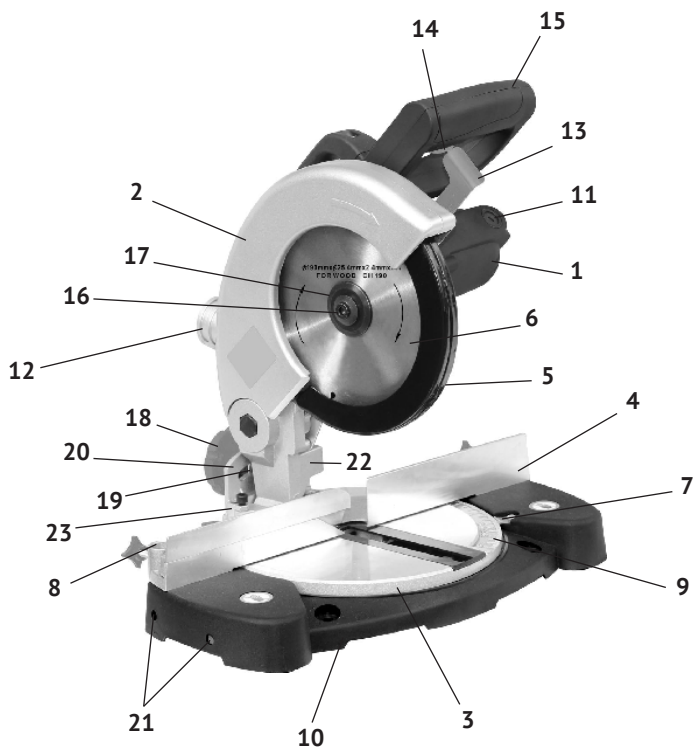

рис. 1
1.1.2 Основным несущим узлом режущего блока пилы является металлический корпус, с закреплённым на нём верхним защитным кожухом диска (рис.1 поз.2). С противоположной стороны к корпусу крепится пластиковый корпус двигателя (рис.1 поз.1) с рукояткой (рис.1 поз.15). Вертикальное перемещение режущего блока для реза обеспечивает ось, закреплённая в суппорте наклонно-поворотного механизма (рис.1 поз.22). Возвратная пружина возвращает режущий блок в исходное (верхнее) положение. Наклон суппорта влево от вертикального положения обеспечивает ось опоры наклонно-поворотного механизма (рис.1 поз.23). Заготовка на рабочем столе может быть повернута в любую сторону на угол от 0 до 45° за счёт поворотного основания. На основной рукоятке пилы расположены: рычаг блокировки защитного кожуха и клавиша выключателя. Конструкция пилы позволяет осуществлять: распиловку материала под заданным углом (косой рез) относительно задней кромки заготовки в обе стороны и под выставленным углом (до 45°), относительно вертикальной оси влево (наклонный рез). На шпиндель пилы, крепится пильный диск. Диск является основным рабочим инструментом для резки выбранных материалов.
На неподвижном защитном кожухе пильного диска (рис.1 поз.2) стрелкой указано направление вращения шпинделя.
1.1.7 Металлическая станина (рис.1 поз.10) пилы устанавливается на ровную горизонтальную поверхность. Для крепления пилы на верстаке (рабочем столе) в ножках станины имеются 4-е крепёжных отверстия. При пилении длинных заготовок в боковые отверстия (рис.1 поз.21) станины крепятся две дополнительные опоры (в комплект поставки не входят). Распиливаемая заготовка плотно прижимается к параллельному упору (рис.1 поз.4) и крепится к рабочему столу струбциной (в комплект поставки не входит).
Для отвода стружки в комплект поставки входит пылесборник (рис.1 поз.12), который крепится к патрубку неподвижного кожуха. К патрубку можно подключить промышленный пылесос.
- разблокировать подвижный защитный кожух рычагом (рис.1 поз.13);
- включение пилы осуществляется нажатием на клавишу выключателя (рис.1 поз.14);
- следите за правильной установкой направления вращения диска - при установке необходимо, что бы стрелка направления вращения на диске соответствовала направлению, указанному на неподвижном кожухе (рис.1 поз.2) пилы;
- разблокируйте подвижный защитный кожух, нажав на рычаг блокировки (рис.1 поз.13). Затем, поднимая вверх подвижный защитный кожух, зафиксируйте его в верхнем положении.
- ключом (входит в комплект поставки) открутите фиксирующий болт (рис.1 поз.16) пильного диска, снимите зажимной фланец (рис.1 поз.17) и пильный диск (рис.1 поз.6);
- для установки угла поворота ослабьте установочный винт в основании станины, установите необходимый угол распила, повернув поворотное основание (рис.1 поз.3) в нужную сторону, совместив выбранный угол шкалы (рис.1 поз.9) со стрелкой (рис.1 поз.7) и затяните установочный винт.
- для установки угла наклона необходимо ослабить фиксирующую рукоятку (рис.1 поз.18), установить необходимый угол распила стрелкой (рис.1 поз.19) по шкале (рис.1 поз.20) и надёжно затянуть фиксирующую рукоятку.
- во время работы для эффективного отвода пыли из зоны пиления подключите пылесос или установите штатный пылесборник на патрубков (рис.1 поз.12).
- для замены щёток необходимо открутить крышки щёткодержателей (рис.1 поз.11) на корпусе двигателя (рис.1 поз.1), извлечь использованные щётки из щёткодержателей, заменить их новыми и закрутить крышки щёткодержателей. Щётки следует заменять парой для обеспечения равной степени их давления на коллектор якоря;